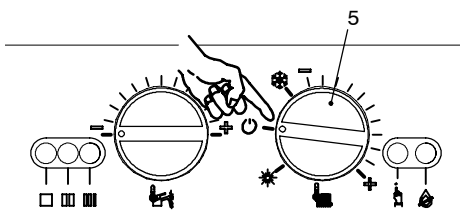

fig. 9.19
- 6 Per uscire dalla funzione SPAZZACAMINO della caldaia posizionare il selettore 5 del pannello comandi come indicato in fig. 9.19